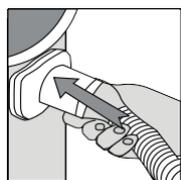
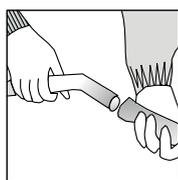
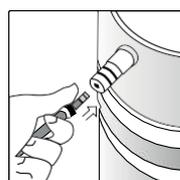

Рисунок 1
Рисунок 2
Рисунок 3
2. Установите гибкий шланг в вакуумный разъем (см. рис. 1), соедините гибкий шланг со стальными трубками, установите необходимые аксессуары на другой конец стальной трубки (см. рис.2). Установите шланг подачи моющего раствора, как показано на рис. 3.